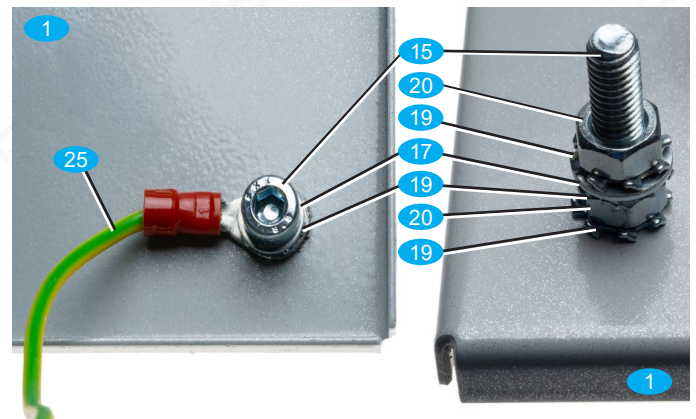

Bild 6: Funktionserdungsschraube (FE) innen / außen
- Montieren Sie zusammen mit dem Erdungskabel **25** die Funktionserdungsschraube (FE). Siehe Bild 6.